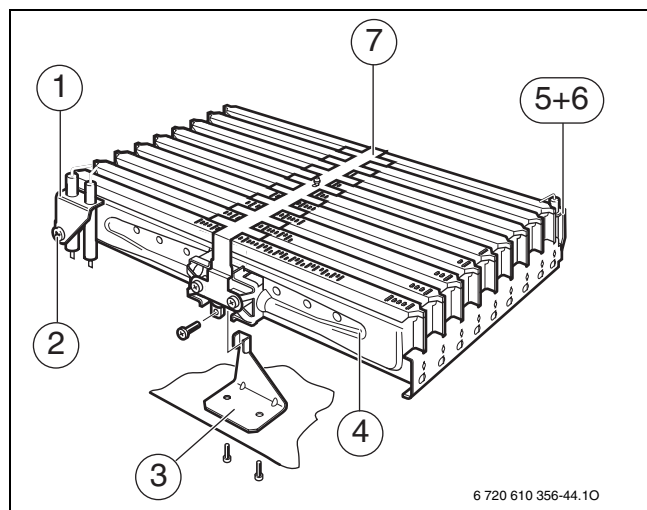

Fig. 48 Blocco bruciatore
- Scollegare con prudenza il giunto ad innesto sugli elettrodi di accensione (→ fig. 48).
- Sfilare con cautela la spina dall'elettrodo di controllo fiamma (5).
- Svitare il supporto bruciatore (3).
- Svitare il controdado sotto il bruciatore e rimuovere con cautela il gruppo bruciatore (4).